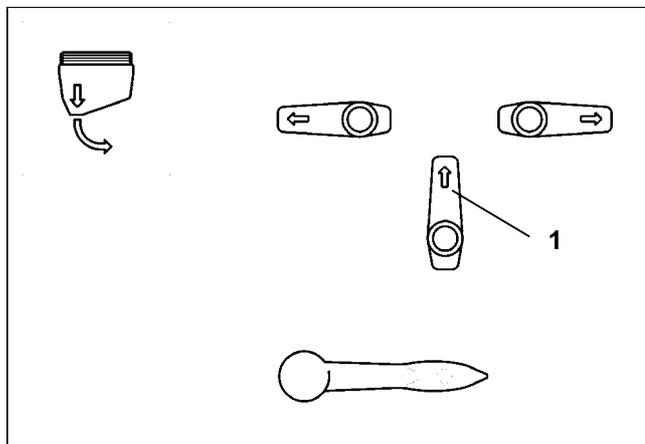

Fig. 7.13
- Den 3-Wege-Umschalthahn (7.13/1) entsprechend Fig. 7.13 verschwenken.